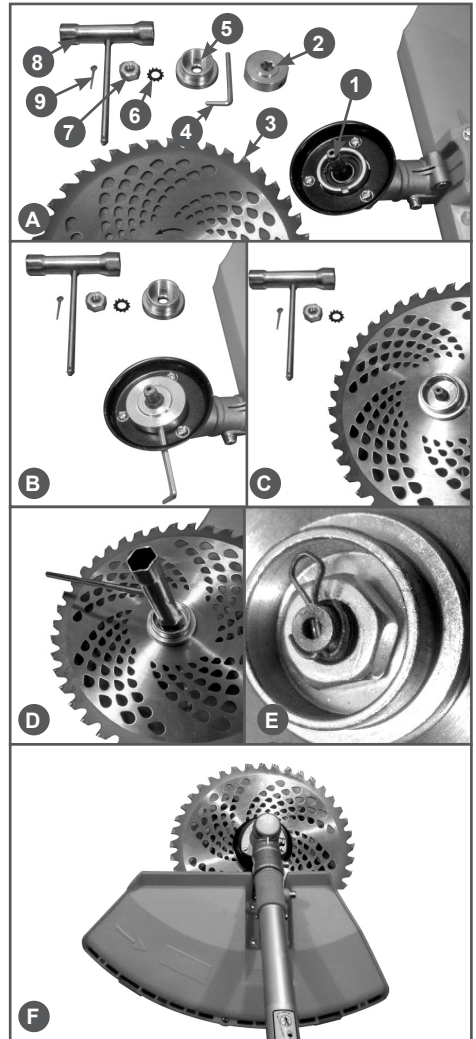

Рис. 3 Установка ножа
1. Установите защитную шайбу 2 редуктора и совместите отверстие в чашке редуктора с отверстием на защитной шайбе редуктора (Рис. 3В).
2. Установите в отверстие защитной шайбы редуктора стопор 4 (ключ шестигранный 4 мм) (Рис. 3В).
3. Установите нож 3 (Рис. 3) на защитную шайбу редуктора (Рис. 3С).
4. Установите прижимную шайбу 5 ножа (Рис. 3С), стопорную шайбу 6 и закрепите гайкой 7 (левая резьба).
3D). Установите шплинт 9 (Рис. 3Е).